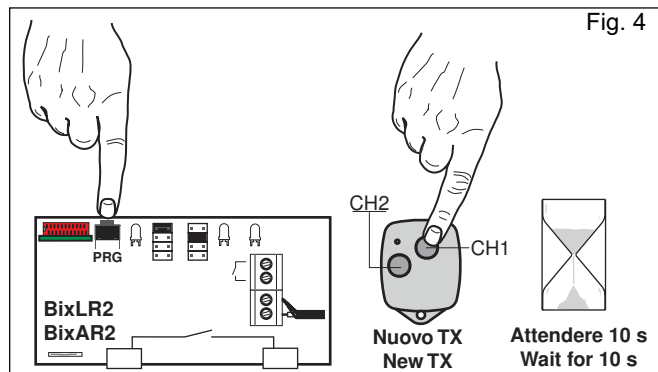

Fig. 4
3. ACTIVATION ÉMETTEURS (Fig. 4)
3. AKTIVIERUNG DER SENDER (Abb. 4)